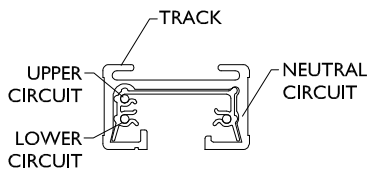

FIG. 5
B. ADAPTER: (2 CIRCUIT TRACK), FIG.5